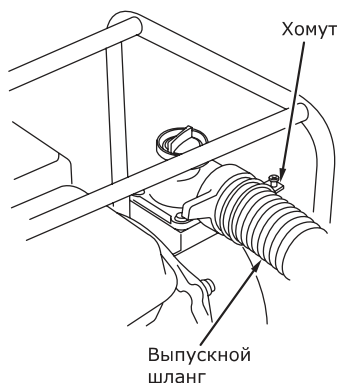

Рис. 12
- Подсоедините выпускной рукав к патрубку при помощи зажимного кольца и хомута (рис. 12).